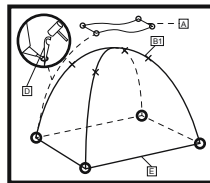

FIG4
6. Collocare con attenzione la tenda esterna <A> su quella interna <E> (FIG. 4)
7. Spingere le estremità dell'asta <B2> nelle barre di ferro collocate sulla tenda interna <A> (FIG. 4)